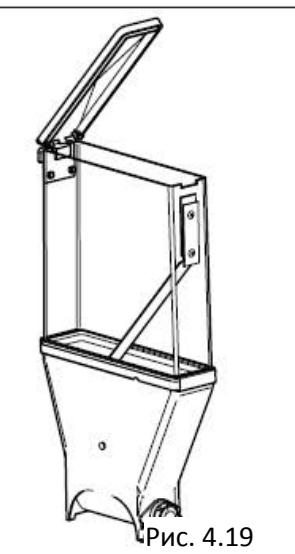

Рис. 4.19
- Снимите крышки с продуктовых контейнеров и спускные желоба для продуктов (Рис.4.19). Опустите все это в заранее подготовленный раствор